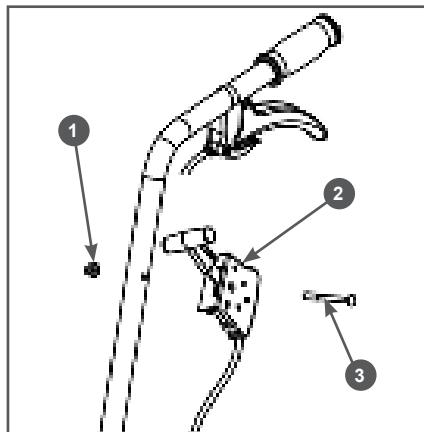

Рис. 8 Установка рычага газа
- Установите на правую рабочую рукоятку рычаг 2 газа (Рис. 8). Для установки рычага газа выполните следующее: совместите отверстия в правой рабо-
чей рукоятке и корпусе рычага 2 газа, вставьте в отверстие болт 3 и закрутите гайку 1 до упора (Рис. 8).